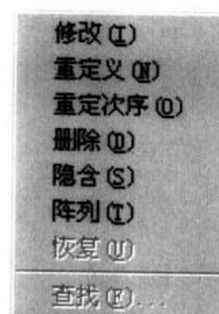

图 1.4
- **编辑** 提供符合当前应用环境的下拉菜单。在三维建模状态下，编辑菜单如图 1.4 所示。它包括了修改、重定义、重定次序、删除、隐含、阵列等常用命令。